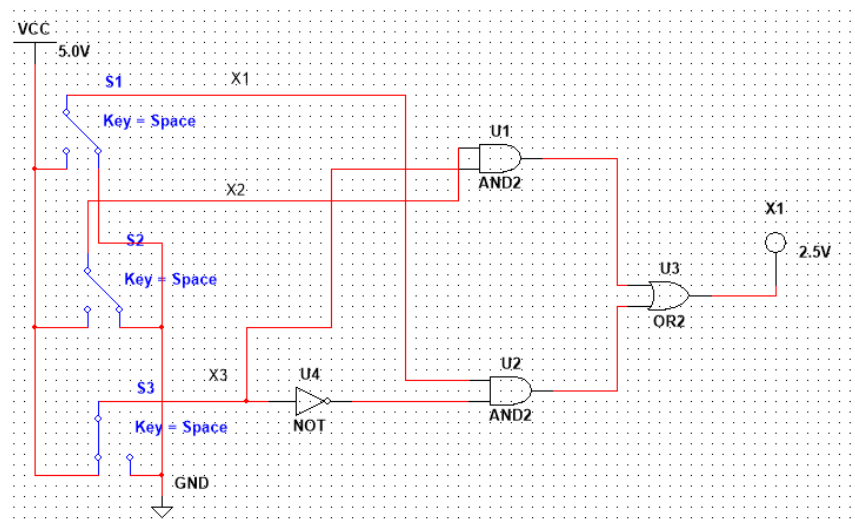

Рисунок 2 - Комбинационная схема
2. Собрать схему согласно рис.2 и составить таблицу истинности экспериментальным путем. Записать переключательную функцию в виде СКНФ и СДНФ по таблице истинности .